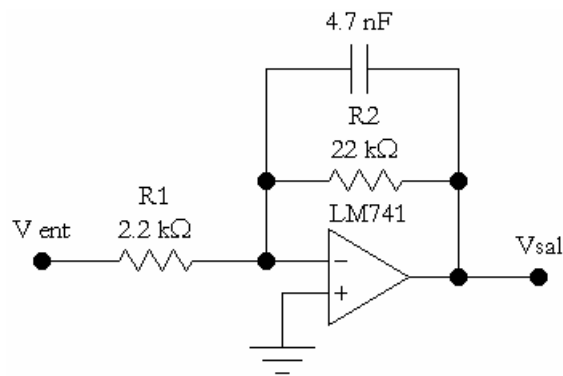

Figura 3
- 3.1. Armar el circuito de la Figura 3.